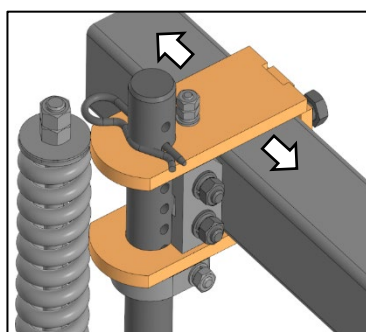

Рисунок 60 – Регулировка турбоножа
2. Отрегулировать положение турбоножа, перемещая кронштейн вдоль рамы, рис. 60.